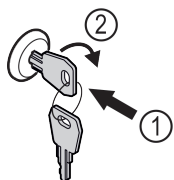

Fig. 131 Shembull ilustrues
- Shtyni çelësin brenda Fig. 131 (1).
- Rrotulloni çelësin me 90° në drejtimin orar Fig. 131 (2).